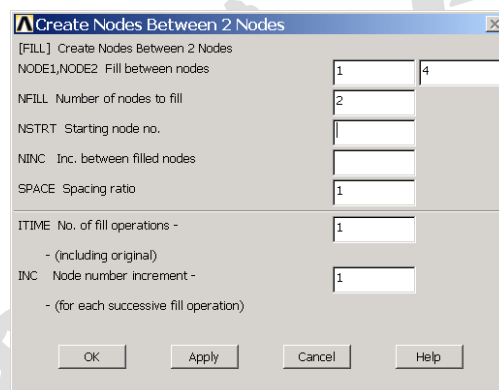

图2.24 节点填充对话框
(1) 单击 Main Menu>Preprocessor>Modeling>Create>Nodes>Fill between Nds 菜单，弹出图形拾取对话框，用鼠标选择节点 1 和节点 4，然后单击【OK】按钮。
(2) 接着弹出如图 2.24 所示的对话框，保持默认设置，单击【OK】按钮。
说明：节点填充可以是等间距的也可以是不等间距的，中间的间隔由图 2.24 中的【Spacing ratio】文本框中的数字控制，默认是等间距的。